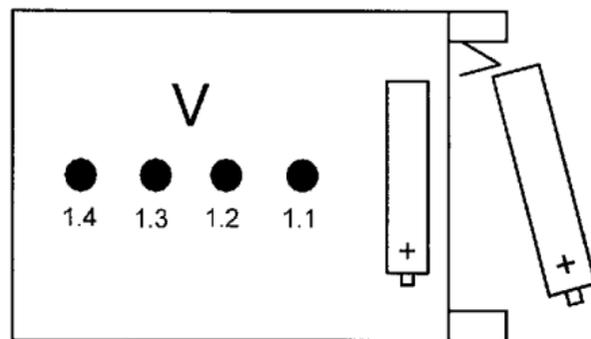

Рисунок 4 – **Схема установки элементов питания в УК-316**
1.5.3 Устройство контроля УК-316 (рисунок 4) предназначено для определения уровня заряженности источников питания типа АА.